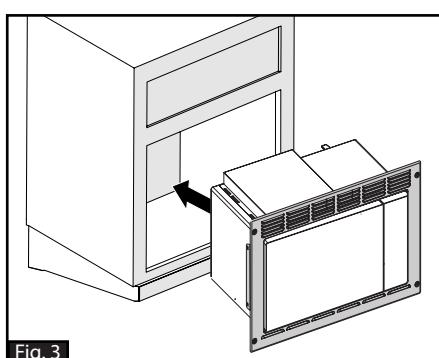

Fig. 3
4. Placer le four à micro-ondes dans l'ouverture de l'armoire(Fig.3).